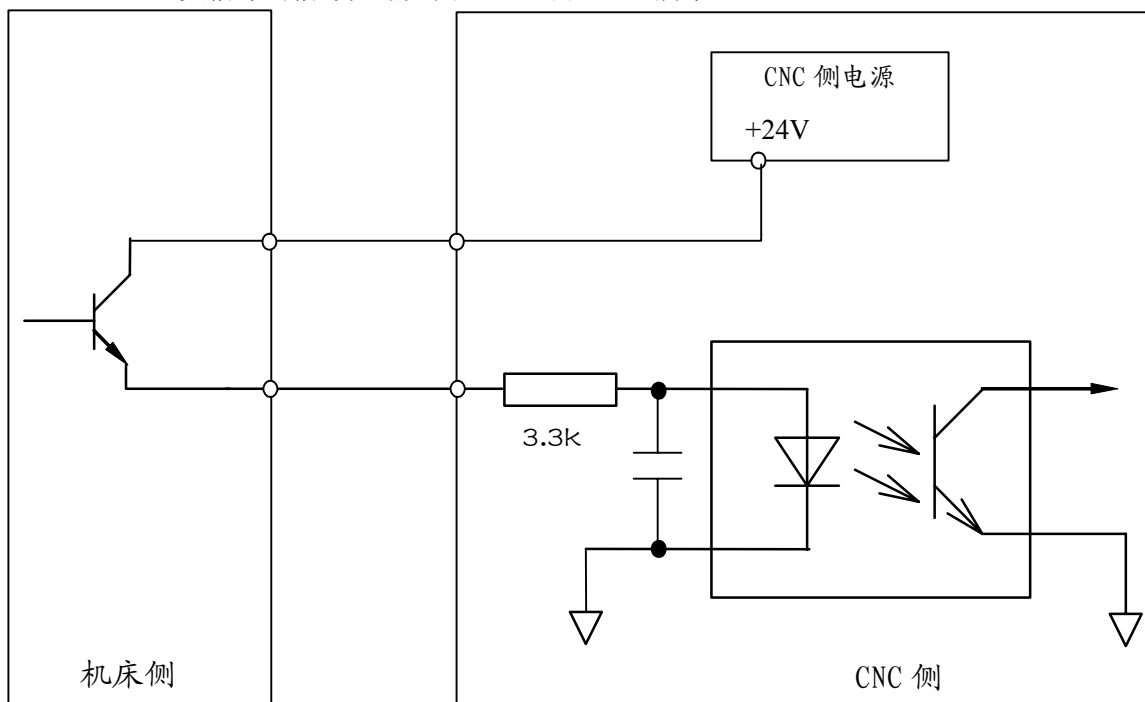

图 4.1.2a
(2) 此类信号的信号回路如图4.1.2a或4.1.2b所示。